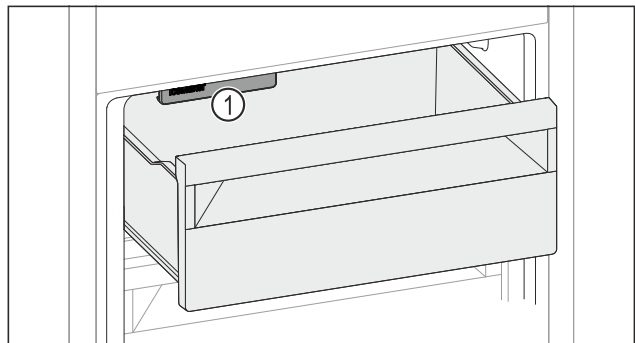

Fig. 61
- Внимавайте за IceMaker Fig. 61 (1).